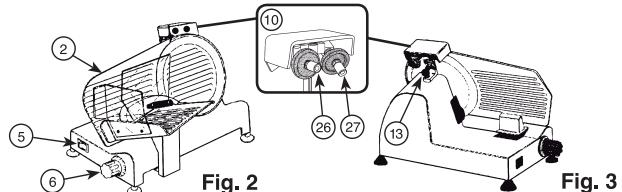

Fig. 2
- Vérifier que la paroi mobile (2) est fermée (bouton de réglage de l'épaisseur sur "0") (Fig. 2).
- Relever l'ensemble d'affûtage (10) en la tournant de 180° de manière à ce que les deux meules soient en position de travail (Fig. 2).
- Abaisser l'ensemble d'affûtage (10) jusqu'à ce qu'il s'enclenche (Fig. 2).
- Appuyer sur l'interrupteur marche/arrêt (5) pour allumer l'appareil (Fig. 2).
- Appuyer sur le bouton n ° 26 et laisser tourner la lame pendant environ 1 minute. Mettre ensuite l'appareil hors tension. Éteindre (5) l'appareil. Une fois que la lame est immobile, vérifier s'il y a des bavures sur le fil (Fig. 2).
- S'il y en a, allumer l'appareil et appuyez doucement sur le bouton n ° 27 pendant 3 secondes pour les éliminer. (Fig. 2).
- Après l'affûtage, remettre l'ensemble d'affûtage (10) à sa position d'origine et nettoyer le fil de la lame et les meules d'affûtage.